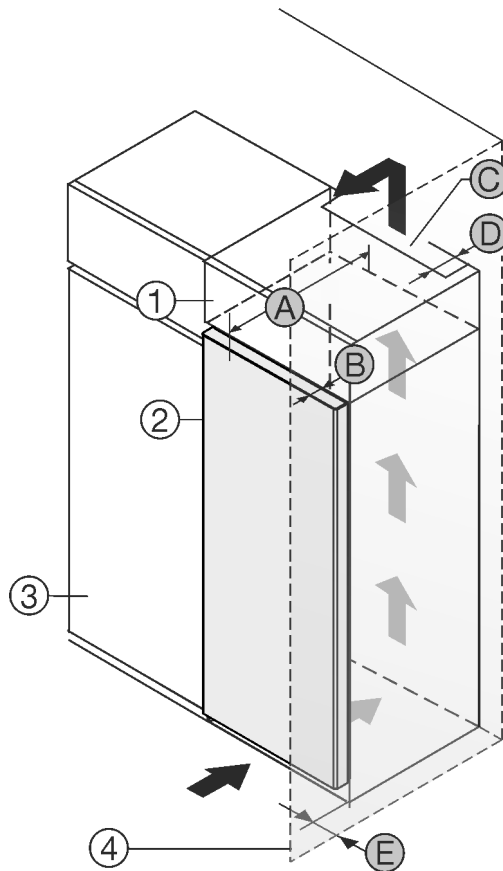

Fig. 1
Gerät direkt neben dem Küchenschrank Fig. 1 (3) aufstellen.*
An der Rückseite des Aufsatzschrankes muss ein Abluftschacht mit der Tiefe Fig. 1 (D) über die gesamte Aufsatzschrankbreite vorhanden sein.*
Unter der Raumdecke muss der Entlüftungsquerschnitt Fig. 1 (C) eingehalten werden.*
Wenn das Gerät mit den Scharnieren neben einer Wand Fig. 1 (4) aufgestellt wird, muss der Abstand zwischen Gerät und Wand mindestens 13 mm (0.51 in) betragen.*
Um die Türe vollständig öffnen zu können, muss Gerät um die Türtiefe Fig. 1 (B) gegenüber der Küchenschrankfront vorstehen. Abhängig von der Tiefe der Küchenschränke Fig. 1 (3) und Verwendung von Wandabstandshaltern kann das Gerät weiter herausragen.*